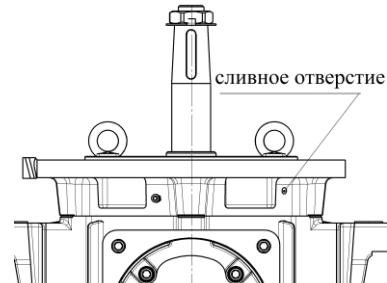

Рисунок 1 - Место положения отверстия под слив конденсата
- убедиться в отсутствии грязи, воды, снега в сливных отверстиях двигателя с фланцевым исполнением - валом вверх (см. рисунок 1).